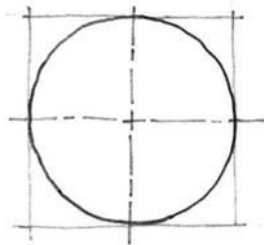

Figura VIII-6. Circunferencia mediana.
- **Circunferencias de tamaño mediano:** Es conveniente disponer los **ejes de la circunferencia y el cuadrado que la circunscribe**. Las líneas de eje ayudan a determinar el punto en que se debe producir la tangencia entre el lado del cuadrado circunscrito y la circunferencia. Una vez determinados los puntos de tangencia **insinuamos los arcos** para finalmente completar el trazado de la circunferencia. También en este caso se efectúan dos trazos en sentido descendente. Un resultado posible se muestra en la figura VIII-6.